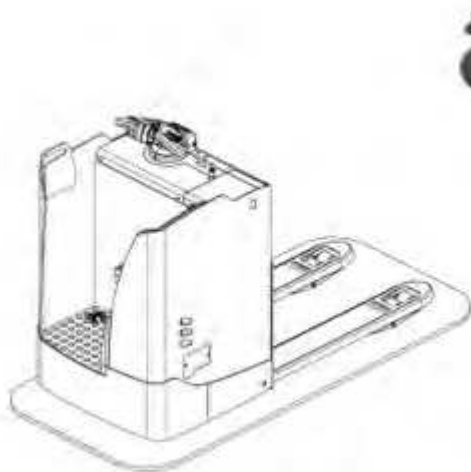

Рисунок 9
- см. Рисунок 9 для точек привязки.